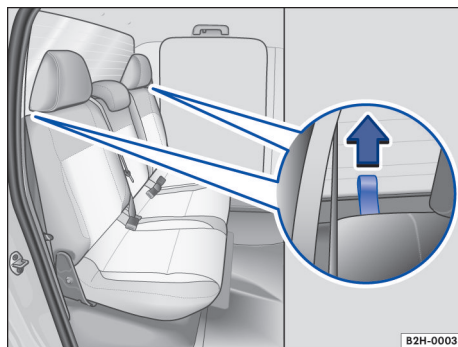

Fig. 63 Banco traseiro: alça para destravar o encosto do banco.
- Puxar as alças em ambos os lados do encosto do banco na direção da seta e, ao mesmo tempo, rebater o encosto para frente → Fig. 63.